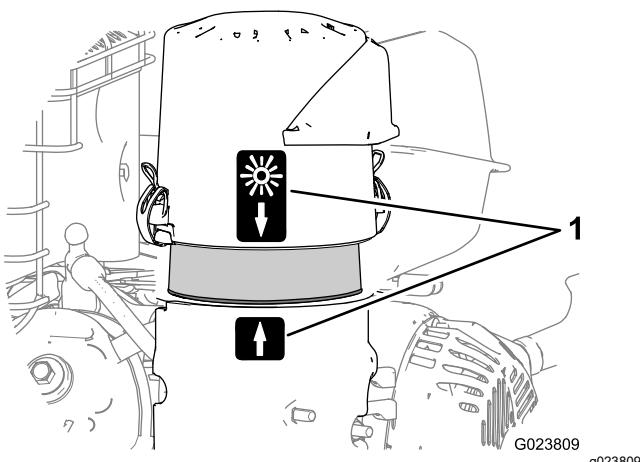

Figura 61
5. Alinee la pegatina de la flecha de la tapa del limpiador de aire con la pegatina de la flecha de la base (Figura 61).